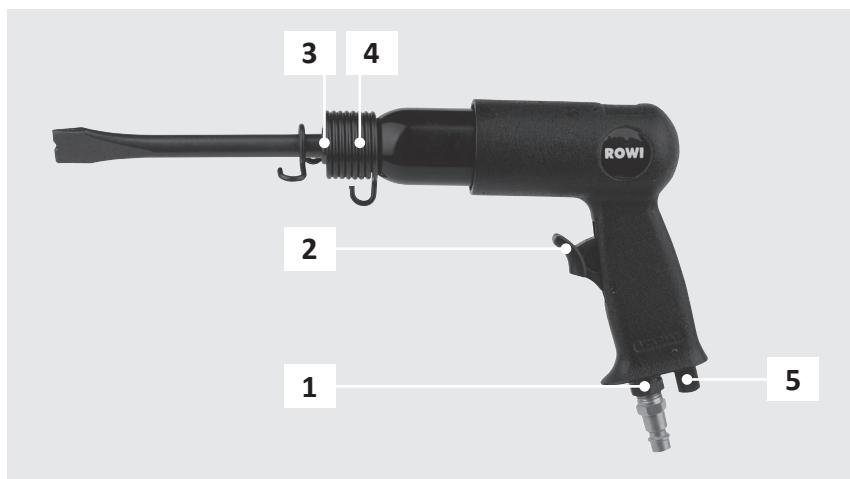

Abb.7: Ger&eacute;teübersicht
1. Schrauben Sie den im Lieferumfang enthaltenen Gewindestecknippel in das entsprechende Gegengewinde (siehe Abb. 7, Nr. 1) am Druckluft-Meißelhammer.
- Wählen Sie einen passenden Meißel aus und stecken Sie diesen in die Sechskantaufnahme (siehe Abb. 7, Nr. 3) des Meißelhammers.
- Schieben Sie die Schnellspannfeder (siehe Abb. 7, Nr. 4) über den Meißel und drehen Sie diese mit Hilfe des Sicherheitsbügels am vorderen Ende fest auf das Gewinde. Nur so ist ein fester Halt des Werkzeuges und somit ein sicherer Betrieb des Druckluft-Meißelhammers gewährleistet.
Die Einstellung der Schlagzahl erfolgt über die Regulierung der Luftzufuhr (siehe Abb. 7, Nr. 5). Drehen Sie den Luftzufuhrregler nach rechts um die Luftzufuhr zu verringern und die Schlagzahl zu minimieren bzw. nach links um die Schlagzahl zu erhöhen.
3. Schalten Sie den Kompressor ein. Lassen Sie den Kompressor einmal so lange laufen, bis der maximale Kesseldruck erreicht wurde und das Gerät abschaltet. Betätigen Sie dann den Abzugshebel (siehe Abb. 7, Nr. 2), um das Gerät zu starten.
- Zum Abschalten des Druckluft-Meißelhammers den Abzugshebel (siehe Abb. 7, Nr. 2) loslassen.